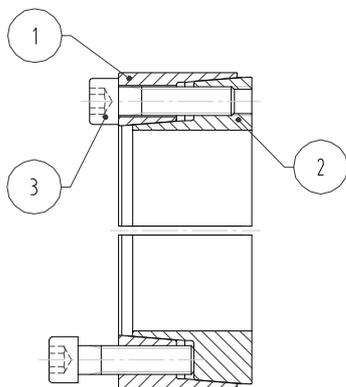

Fig. 1
(fig.1)
2. Allentare tutte le viti di almeno 2 giri e spostarle almeno 2 nei fori di estrazione dell'anello esterno [1]. Serrare leggermente queste ultime, in modo da separare gli anelli per una più facile installazione del calettatore (fig.1).